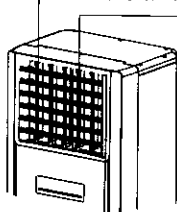

图5
- 按遥控器上的左右扫风键或通过控制器上的功能键, 可以选择左右扫风方式, 用于控制左右扫风电机的运转和停止, 从而使扫风叶片转动或停在某个角度送风。(如图5)